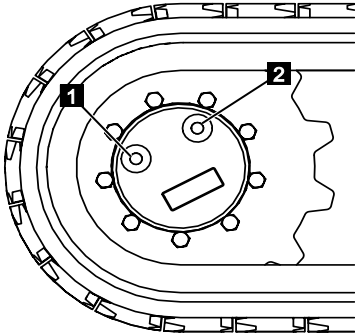

Fig. 176
5. Faire un contrôle visuel du niveau d'huile. L'engrenage doit être rempli d'huile jusqu'au bord inférieur du trou fileté (Fig.176/1).
6. Faire l'appoint d'huile d'engrenage si nécessaire. Pour cela, faire couler lentement l'huile dans le trou (Fig.176/2), jusqu'à ce qu'elle arrive au bord inférieur du trou fileté (Fig.176/1).